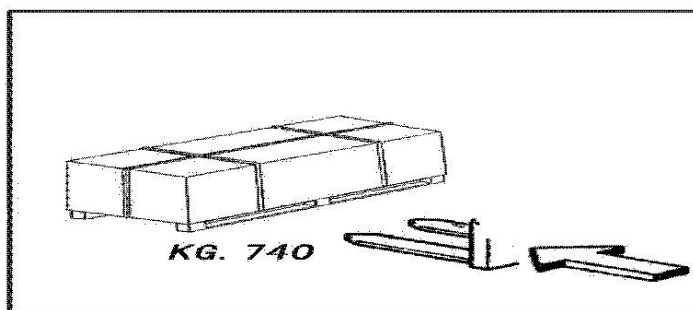

Рисунок 4. Перевозка автопогрузчиком с вилочным захватом
- Рычаг, чтобы перевести рабочую руку в нерабочее положение (14, рис.4) и наоборот.